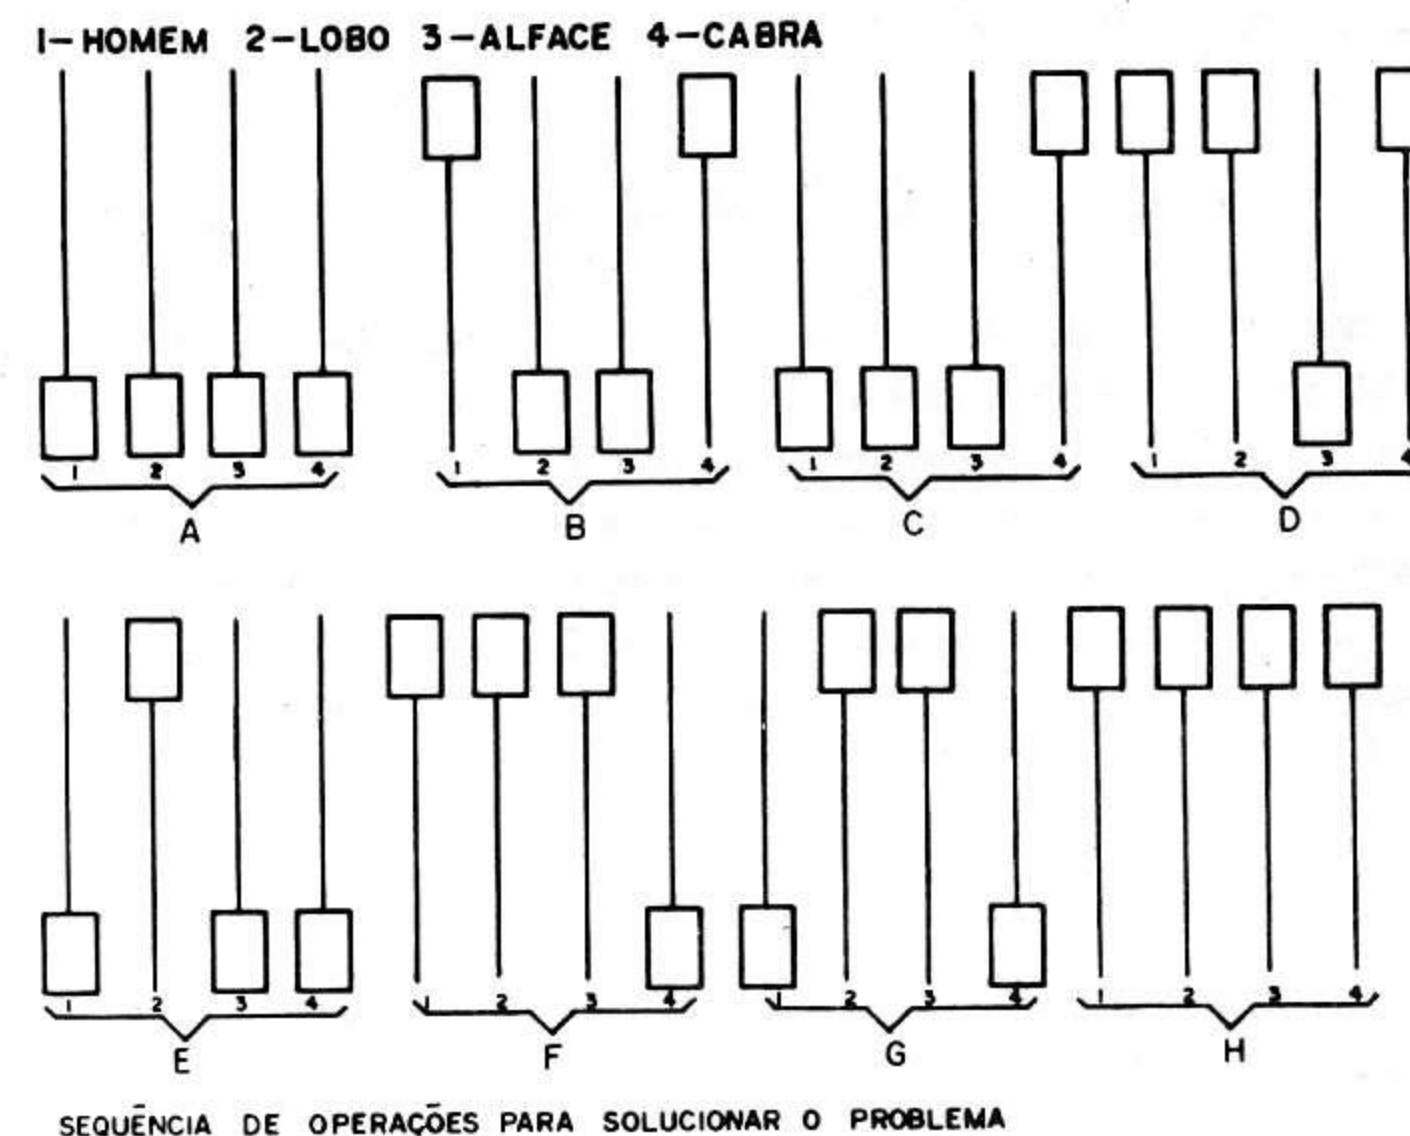

Figura 14
f) Voltando sozinho, o homem pode levar a cabra, completando o transporte dos três passageiros como era desejado. (figura 14)